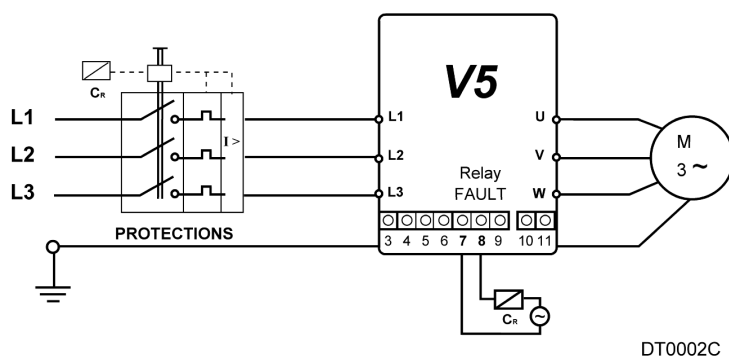
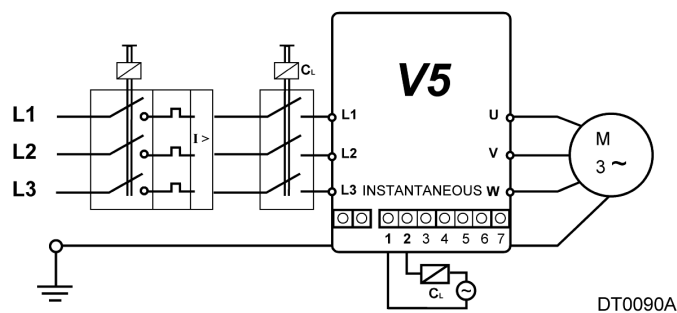

图2.1建议使用的电源配线图
图2.2带电源接触器的结构图
- 电源电路中使用的晶闸管属于电子开关器件，因此建议参考本手册中图2.1和图2.2的结构。